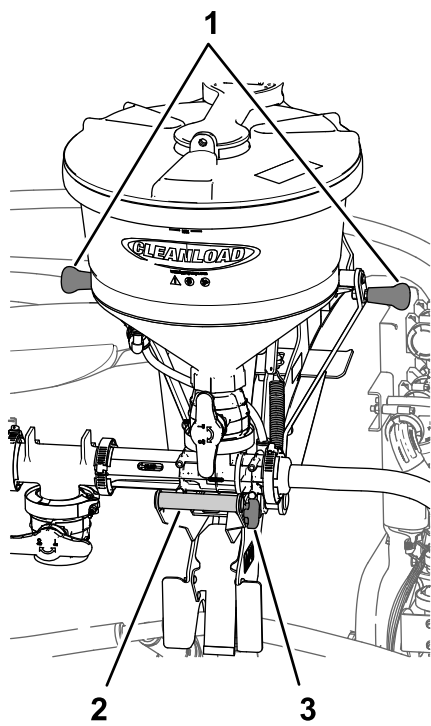
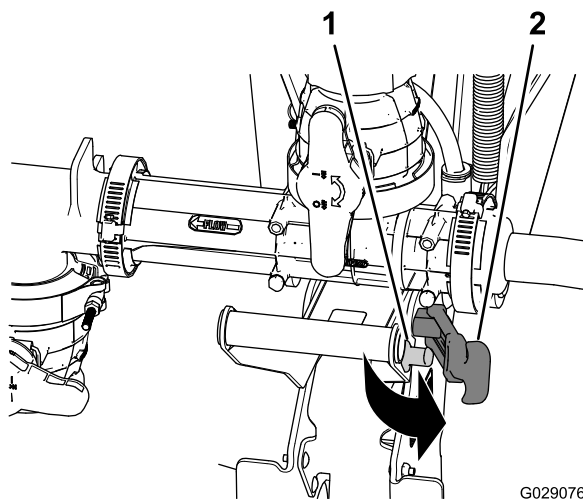
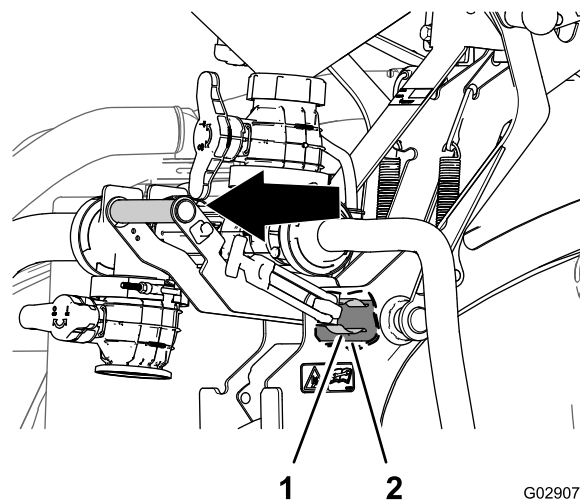
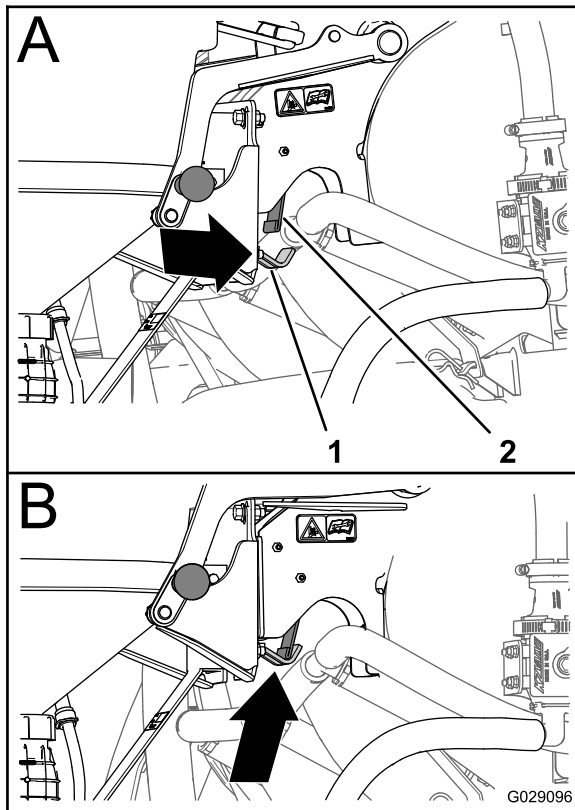

Figura 31
Figura 32
Figura 33
Figura 36
1. Agarre la manija del eyector y tire del cierre hasta que salga del espárrago (Figura 31 y Figura 32).
2. Agarre la manija del eyector de la parte superior del soporte y la manija del eyector, y tire de la manija del eyector hacia fuera hasta que el clip de resorte se libere del tubo de giro (Figura 31 y Figura 33).
5. Cuando el cierre de la chapa trasera esté debajo del resorte plano (Figura 36, A), gire la manija del inyector hacia dentro hasta que el gancho del cierre quede por detrás del resorte plano (Figura 36, B).
1. Agarre una manija de la parte superior del soporte y la manija del inyector, y tire de la manija del inyector hacia fuera hasta que el gancho del cierre salga de detrás del resorte plano (Figura 33 y Figura 36).
4. Empuje hacia dentro la manija del inyector hasta que el gancho se eleve hasta la varilla de enganche y el clip rodee totalmente el tubo de giro (Figura 33).
5. Tire del cierre hasta que se enganche en el espárrago (Figura 32).